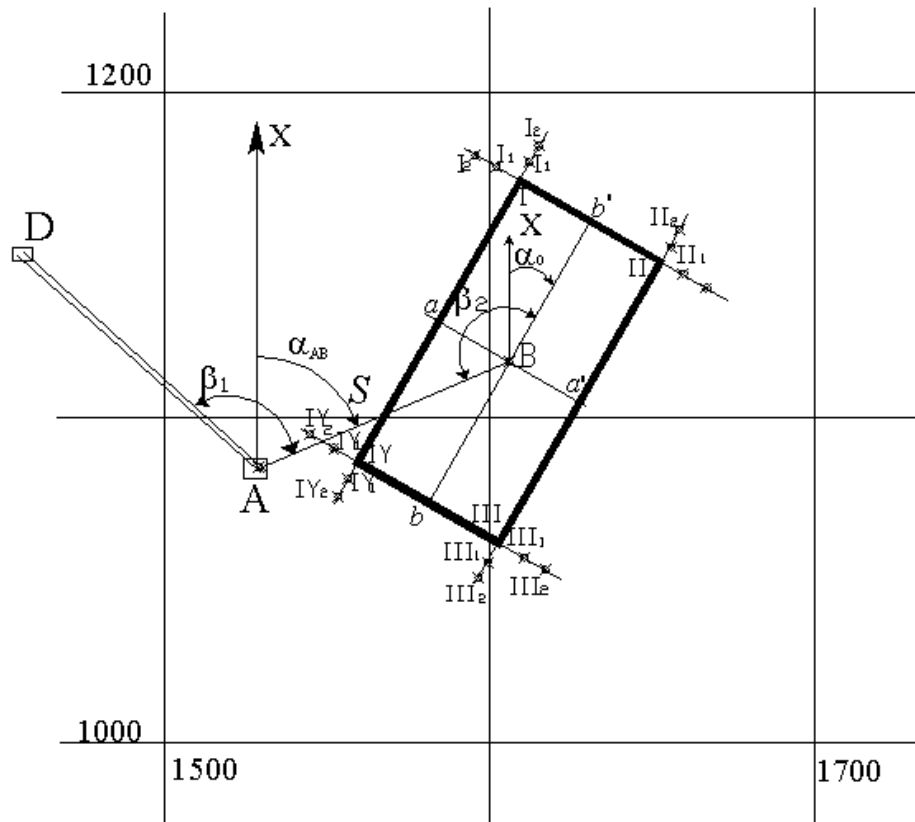

Рис.1. Пояснительная схема к проекту разбивки здания на промышленной площадке карьера.
4) Для переноса в натуру центра (B) здания устанавливают теодолит в точке A и от направления AD откладывают угол β_1 затем по направлению AB стальной рулеткой откладывают горизонтальное положение S и фиксируют на промышленной площадке точку B . (рис.1).